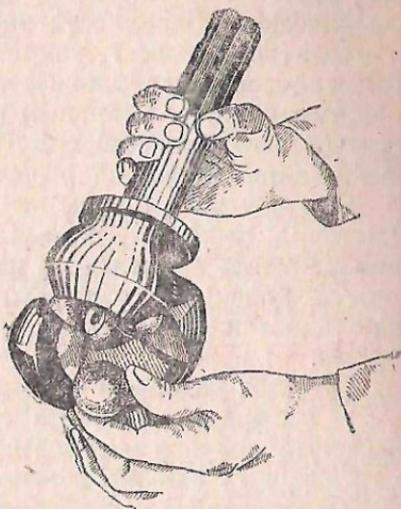

Рис. 63. Сборка карданного шарнира „Бендикс-Вейс“
6) разведя кулаки шарнира на максимальный угол и повернув центральный шарик лыской в сторону четвертого ведущего шарика (рис. 63), вставить последний в канавку;